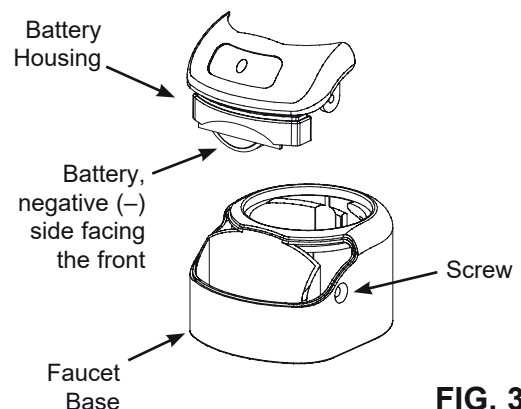

FIG. 32
1. Dévisser la vis située sur le côté droit de la base du robinet. Voir Fig. 32.
2. Appuyer sur le support de la pile et le faire glisser vers le haut jusqu'à ce qu'il se détache de la base. Voir Fig. 32.
5. Ré-installer le support pour la pile et bien revisser à la base du robinet. Voir Fig. 32.